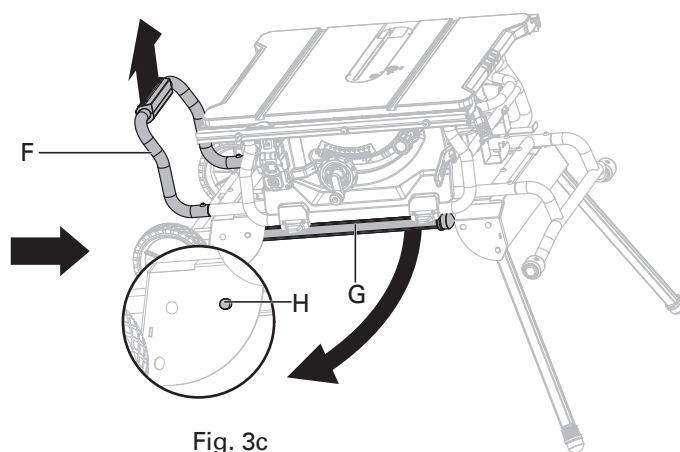

Fig. 3c
- Saisir l'ensemble de soutien du socle (F) et le soulever jusqu'à ce que deux autres pieds d'appui (G) se détachent du sol, puis déplier deux pieds d'appui (G). Pour ce faire, pousser les goupilles de sécurité (H) jusqu'à ce qu'elles libèrent les pieds d'appui (G) des trous, puis balancer les pieds d'appui (G) vers le bas jusqu'à ce qu'ils s'enclenchent avec les goupilles de sécurité (H) engagées dans les trous. (Fig. 3c) S'assurer que la scie circulaire à table est en équilibre avec les quatre pieds d'appui debout sur le sol.